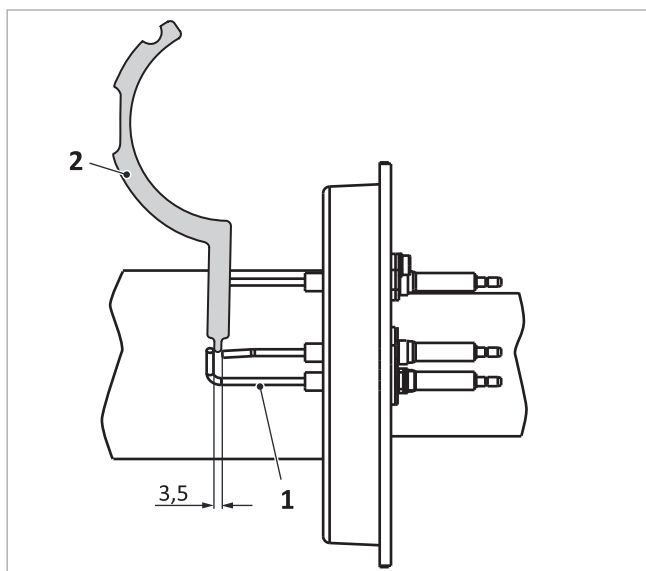

Fig. 48 : écart entre l'électrode et la masse au niveau de l'électrode d'allumage
3. Contrôler les écarts entre les électrodes d'ionisation au moyen de l'outil de réglage des électrodes → Fig. 48 (2) (corriger en pliant prudemment les électrodes le cas échéant).
- Entre les électrodes → Fig. 48 (1) : 3,5 mm